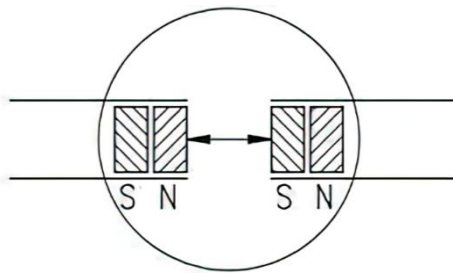

图 5-2: 极位的确定, 连接磁条
- 6: 将两部分连接前，检查极性。两端必须相互吸引(如有必要，使用罗盘针)。若两端有同样的极性，用半极分割缩短一端(图 5-2)；